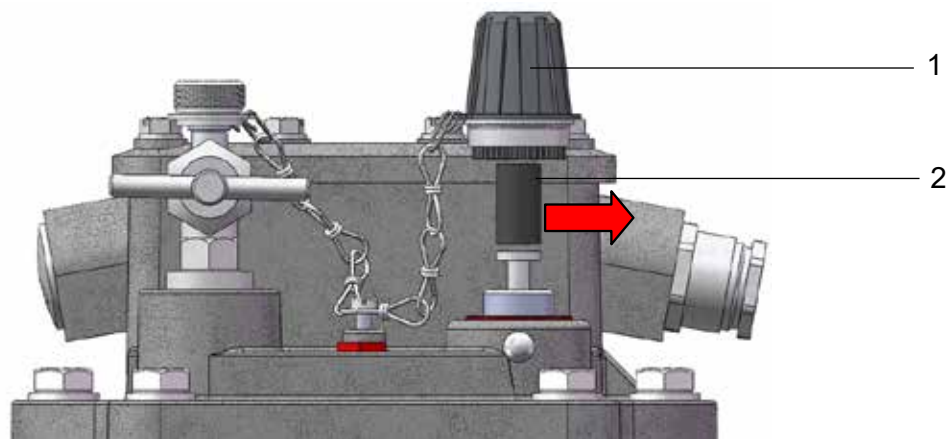

Рис. 3 - Удаление транспортного фиксатора
- отвинтить большую глухую гайку (Рис. 3/ № 1)
- вынуть транспортный фиксатор (Рис. 3/ № 2) из большой глухой гайки